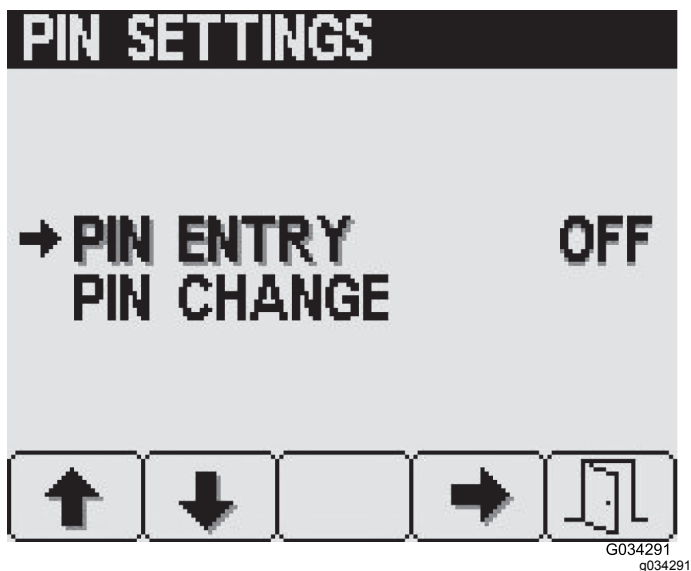

Figure 26
3. Dans l'écran Réglages code PIN, appuyez sur le bouton 4 pour sélectionner l'option Saisie code PIN et pour activer ou désactiver le code PIN (Figure 26).